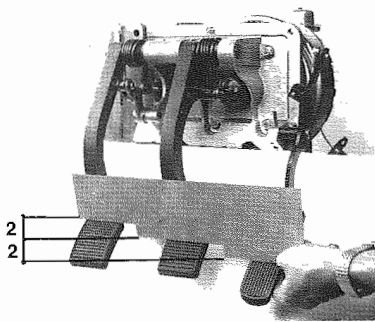
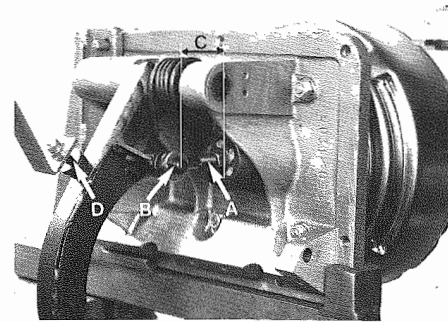
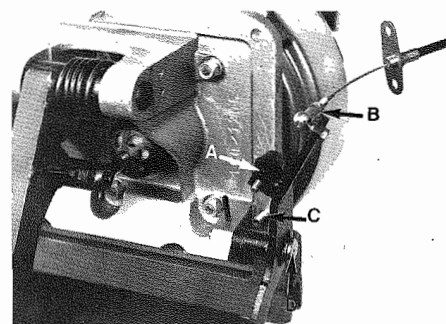

Fig. 4 - Registrazione altezza
Fig. 5 - A - Puntalino di comando - Control rod
Fig. 7 - A - Tampone di fondo corsa
- Il pedale freno deve trovarsi 2 cm circa più basso del pedale frizione (**Fig. 4**). La regolazione si effettua variando la lunghezza del puntalino di comando **A** (**Fig. 5**): allentare il dado di registro ed estrarre la copiglia B, sfilare il perno (**Fig. 5**); ruotare il puntalino e portarlo alla lunghezza voluta.
- In posizione standard la lunghezza C di **Fig. 5** è di circa 36 mm; la regolazione si effettua come sul cambio meccanico.
- Brake pedal must be 2 cm below clutch (**Fig. 4**). Adjustment is made by changing the length of control rod **A** (**Fig. 5**): unscrew adjusting nut and remove clip B, take out pin (**Fig. 5**); turn the rod and bring it to the desired length.
- In standard position length C of **Fig. 5** is about 36 mm; the adjustment is made like the mechanical transmission.
- Smontare il tampone di fondo corsa D (Fig. 5).
- Togliere copiglia e perno B (Fig. 5).
ATTENZIONE - Dopo ogni regolazione o smontaggio riportare a battuta il tampone di fondo corsa D (Fig. 5).
- Registrare l'altezza del pedale freno. Il pedale acceleratore deve trovarsi 2 cm circa più basso del pedale freno (Fig. 4). La regolazione si effettua variando la lunghezza del tampone di fondo corsa A (Fig. 7).
- Disassemble travel stop pad D (Fig. 5).
- Remove clip and pin B (Fig. 5).
CAUTION - After each adjustment or disassembly restore travel stop pad D (Fig. 5).
- Adjust the height of brake pedal. Accelerator pedal has to be 2 cm lower than brake pedal (Fig. 4). The adjustment is made by changing the length of travel stop pad A (Fig. 7).
- Estrarre il fermo B e smontare lo snodo sferico (Fig. 7).
- Take out catch B and disassemble ball joint (Fig. 7).